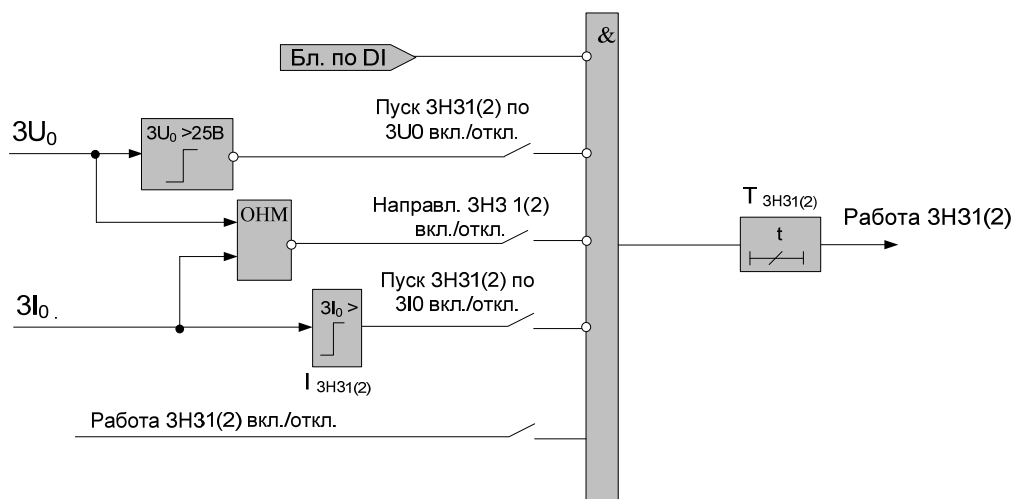

Рисунок 17 – Функциональная схема ЗНЗ 1(2)
Функциональная схема ЗНЗ 1(2) изображена на (Рисунок 17).